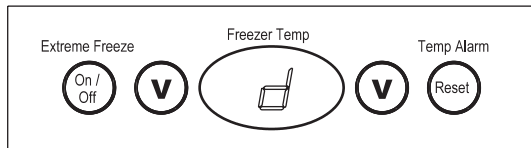

Figure 7
L'alarme de porte/couvercle s'active si la porte/le couvercle sont ouverts pendant plus de cinq (5) minutes. Le tableau de commande émet un bip toutes les cinq (5) secondes, le témoin rouge d'alarme s'allume et l'affichage indique tour à tour « d » et la température de la caisse (figure 7). Appuyez sur le bouton ALARM RESET pour arrêter le bip sonore. L'affichage continue à clignoter et le témoin rouge reste allumé. Fermez la porte/le couvercle pour que le fonctionnement redevienne normal.